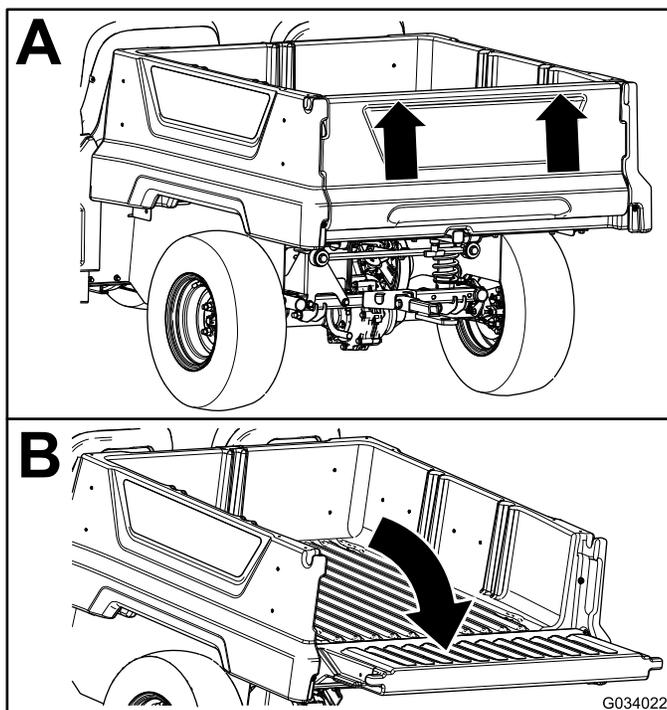

Figura 15
2. Usando ambas as mãos, eleve a porta traseira usando a aresta próxima do topo da porta traseira (Figura 15).
3. Desça a porta traseira até que esteja em contato com a caixa de carga (Figura 15).